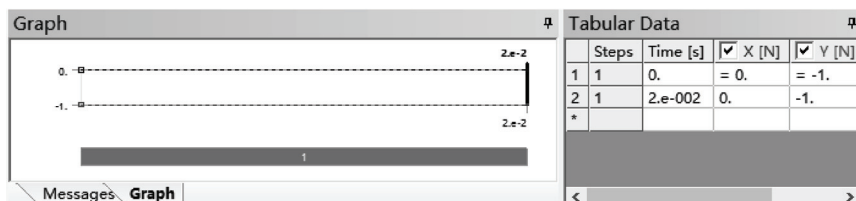

图 14-14 力载荷的时间历程
8) 选择 Force，确保图表窗口中的设置如图 14-14 所示，如不同，则手动设置表格。